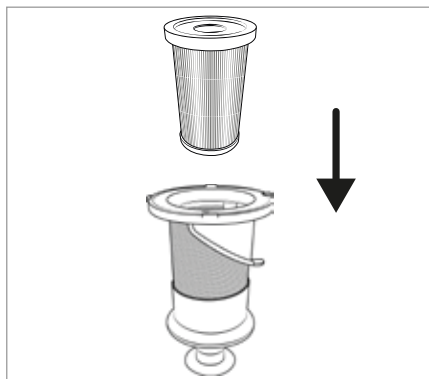

Fig. 24
- Non ruotare il filtro in acciaio inox ⑥, quando lo si inserisce nel contenitore di raccolta della polvere ⑦. Fare, inoltre, attenzione ai due segni colorati sul filtro in acciaio inox ⑥ e sul contenitore di raccolta della polvere ⑦, per inserire correttamente il filtro in acciaio inox ⑥.
- 7) Inserire il filtro EPA ⑤ nel filtro in acciaio inox ⑥ (vedere fig. 24).